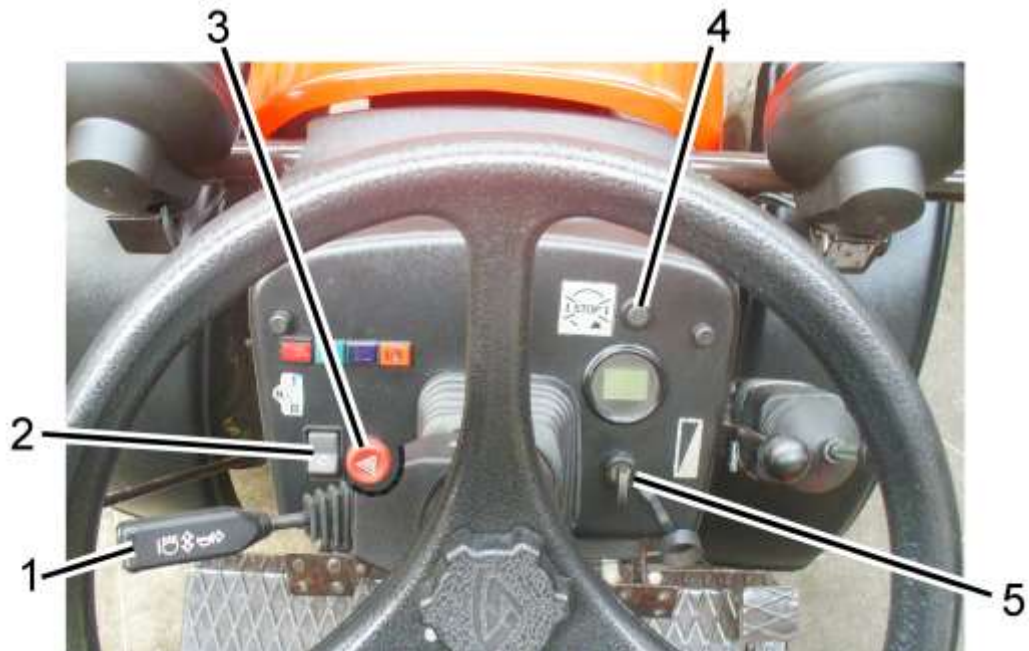
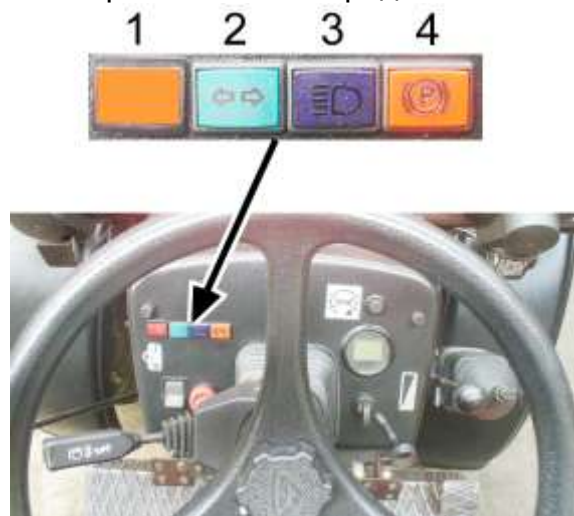

Рисунок 2.2.1 – Выключатели и переключатели щитка приборов
Рисунок 2.3.1 – Блоки контрольных ламп
Выключатель стартера и приборов 5 (рисунок 2.2.1) имеет четыре положения:
Подрулевой многофункциональный переключатель 1 (рисунок 2.2.1) обеспечивает включение указателей поворота, переключение света фар (ближний-дальний), сигнализацию дальним светом, звуковой сигнал:
При нажатии на кнопку выключателя аварийной световой сигнализации 3 (рисунок 2.2.1) включается аварийная световая сигнализация. Встроенная в кнопку контрольная лампа мигает одновременно с мигающим светом сигнализации. При повторном нажатии на кнопку 3 аварийная сигнализация отключается.
Центральный переключатель света 2 (рисунок 2.2.1), имеет три положения:
При нажатии на кнопку 4 (рисунок 2.2.1) двигатель прекращает работу.
- индикаторы включения указателей поворотов трактора 2 (рисунок 2.3.1) работают в мигающем режиме при включении подрулевым многофункциональным переключателем 1 (рисунок 2.2.1) сигнала правого или левого поворота, или при включении выключателя аварийной сигнализации 3;
- контрольная лампа-индикатор включения дальнего света дорожных фар 3 (рисунок 2.3.1) загорается при включении дальнего света дорожных фар;